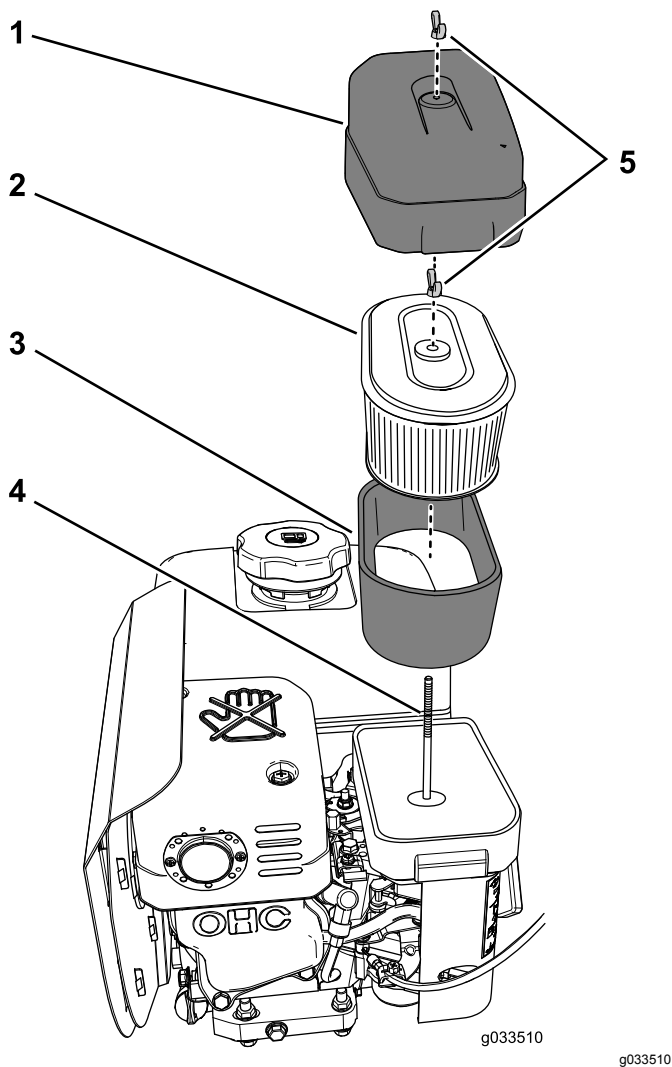

Figura 12
2. Limpe em torno do filtro de ar para impedir que a sujeira entre no motor e possa danificá-lo (Figura 12).
3. Rode a porca de orelhas que fixa a cobertura do filtro de ar no sentido contrário ao dos ponteiros do relógio e retire a cobertura (Figura 12).
4. Rode a porca de orelhas que fixa os elementos de papel e de espuma do filtro no sentido contrário ao dos ponteiros do relógio e retire os elementos do filtro da barra de suporte (Figura 12).
5. Puxe cuidadosamente o elemento de esponja do elemento de papel (Figura 12).
1. Inspeção o elemento no que respeita a rasgos, película oleosa ou danos (Figura 12).
1. Deslize cuidadosamente o elemento de espuma do filtro para o elemento de papel do filtro (Figura 12).
2. Alinhe o furo na placa superior do elemento de papel do filtro com a barra de suporte do carburador (Figura 12).
3. Prenda os elementos do filtro ao carburador com a porca de orelhas (Figura 12) que removeu no passo 4 de Retiro dos elementos de esponja e de papel (página 10).
4. Alinhe o furo na cobertura do filtro de ar com a barra de suporte (Figura 12) e prenda a cobertura à barra com a porca de orelhas que removeu no passo 3 de Retiro dos elementos de esponja e de papel (página 10).